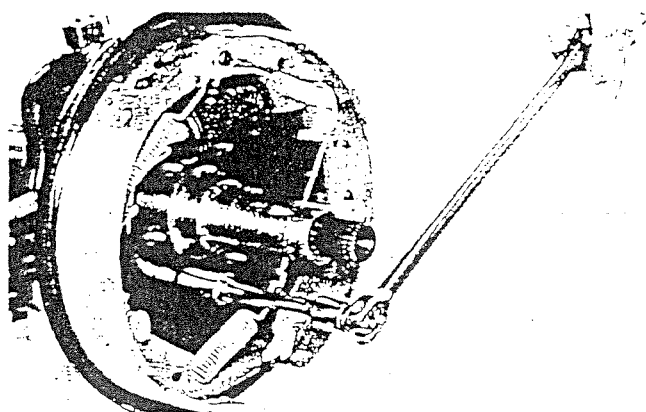

Fig. 7
- O protector está encravado numa garganta. Retirá-lo utilizando uma chave de fendas e pressionando sobre o bordo (fig.7)